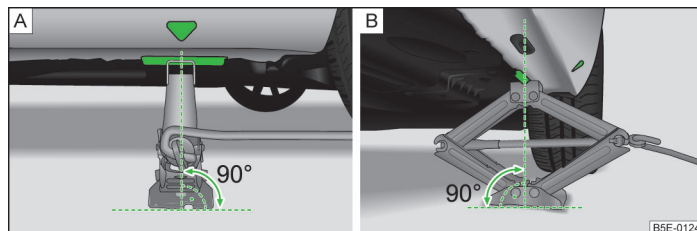

Fig. 200 Utilizzo del martinetto
- Posizionare il martinetto in modo che la staffa di innesto cinga la cresta » fig. 200 - **B**.
- Assicurarsi che la piastra del martinetto poggi su una base dritta con tutta la sua superficie e si trovi in posizione verticale, in modo che la staffa di innesto cinga la cresta » **fig. 200 - [A]**.